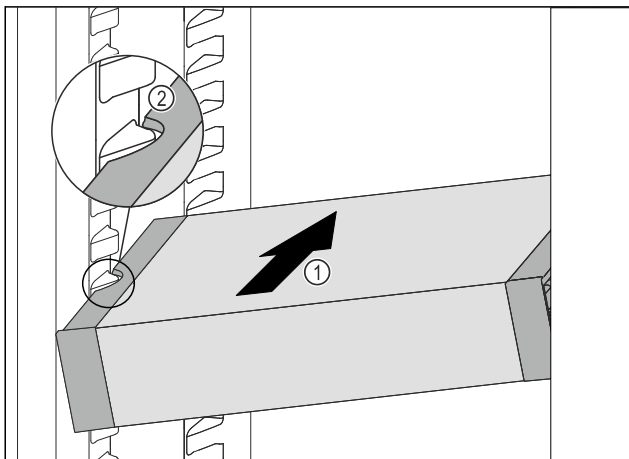

Fig. 129
- ▶ Вкарайте VarioSafe под ъгъл в хладилната част Fig. 129 (1), докато страничните прорези Fig. 129 (2) на VarioSafe се намират на височината на ребро на съда в хладилната част.